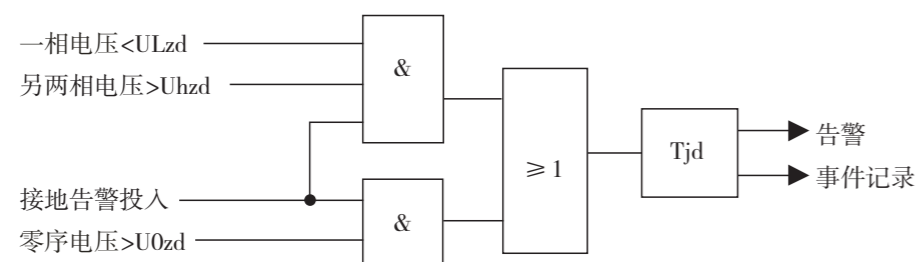

图14-2 接地告警保护逻辑框图
YZ100-PT(B) PT开入量图（附图14-2）；
附图14-2: YZ100-PT(B) PT开入量图